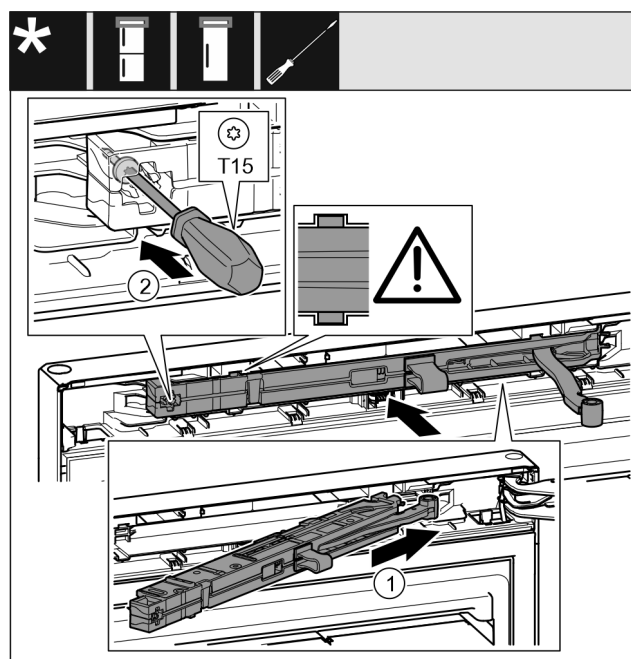

Fig. 69
- ▶ Enoto blažilnikov za zapiranje vrat Fig. 69 (1) na strani ležajnega podstavka potisnite v odprtino do konca.
- ▶ Zategnite vijak Fig. 69 (2) z izvijačem.